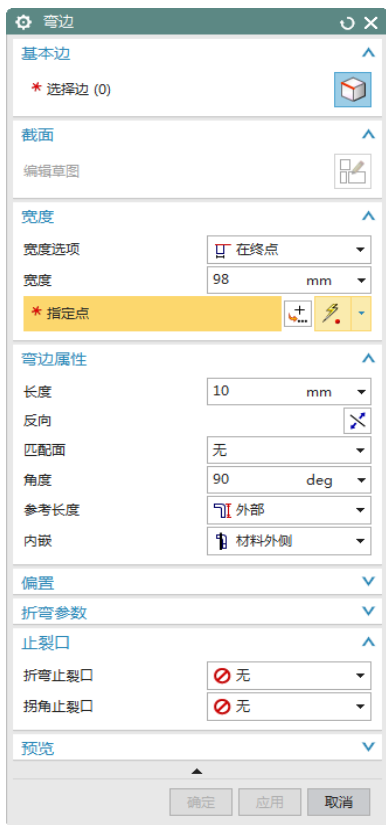

图 7-96 “弯边”对话框
(1) 选择“菜单(M)”→“插入(S)”→“折弯(N)”→“弯边(F)...”，或者单击“主页”选项卡“折弯”面组上“弯边”按钮，打开如图 7-96 所示“弯边”对话框，设置“内嵌类型”为“材料外侧”，“参考长度”选项为“外部”，“宽度”选项为“在终点”，“长度”为 10。